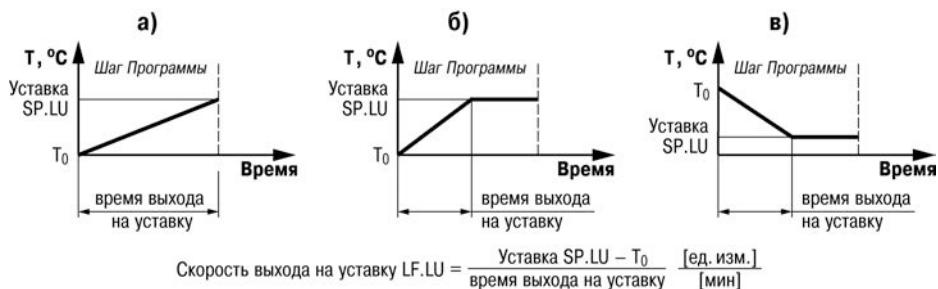

Рисунок 3.9 – Задание скорости выхода на уставку
- в течение всего Шага (см. рисунок 3.9, а);
- в течение части Шага – до достижения **Значения уставки**, далее осуществляется поддержание достигнутого значения Уставки (см. рисунок 3.9, б, в).